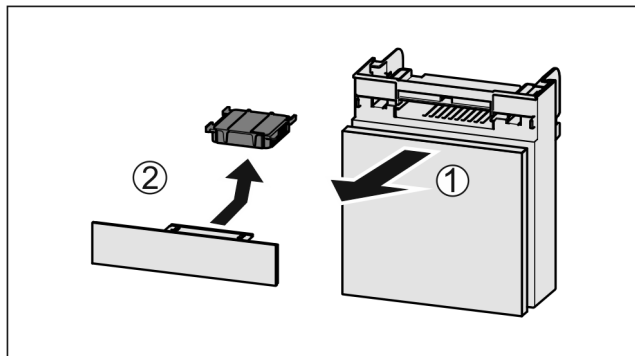

Fig. 168
- Træk rummet fremad Fig. 168 (1).
- Tag aktivkulfilteret Fig. 168 (2) ud.